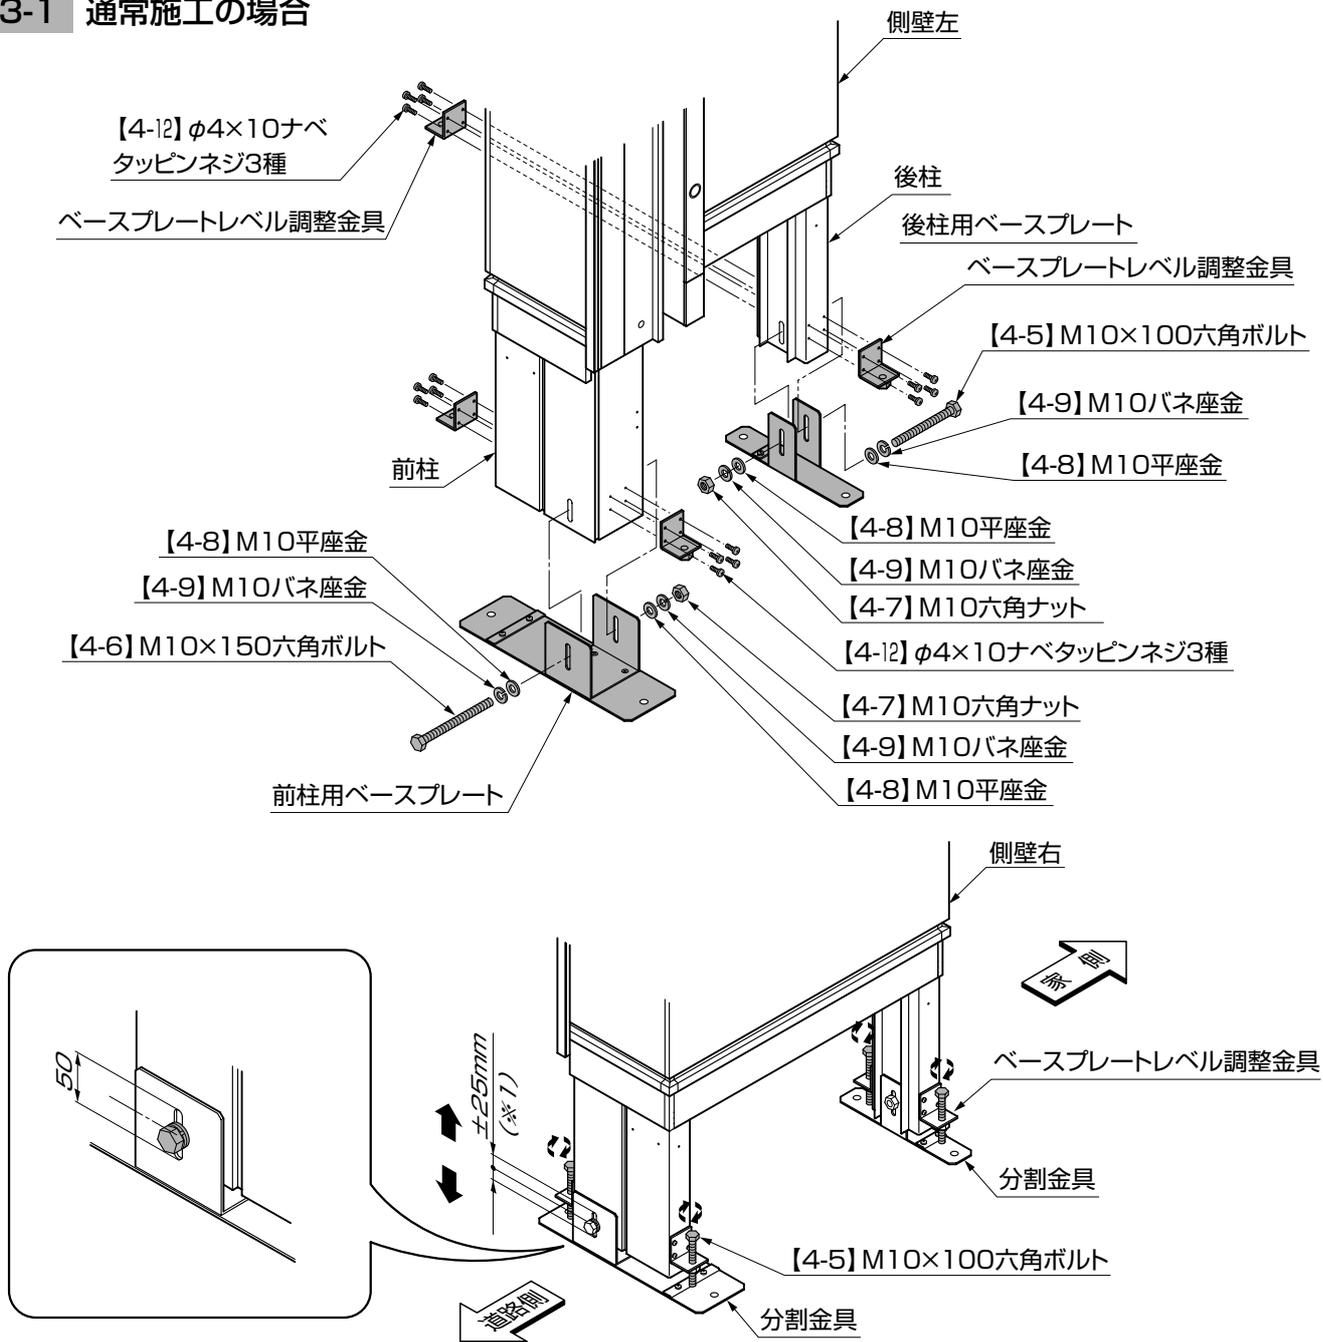

図3-1 ベースプレート調整手順詳細図
- 最終的なレベル調整は、「6 基礎コンクリートの施工 3.間口寸法と側壁の倒れ調整」時に【4-5】と【4-6】を使って±25mmの範囲(*1)で調整してください。(図3-1参照)